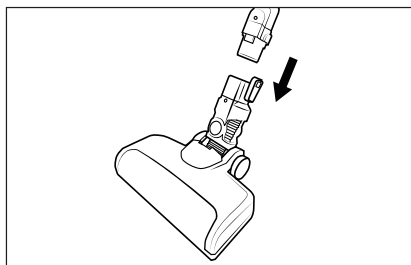

Fig. 2
- 2) Împingeți țeava de aspirare **24** în peria pentru podea **22** până se aude un clic sonor și se fixează în poziție (a se vedea fig. 2).